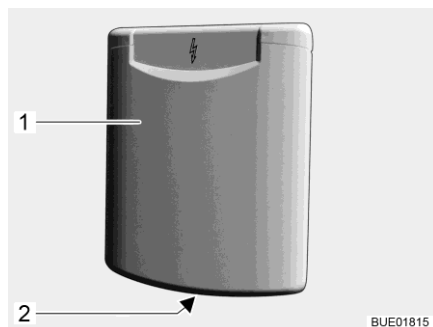

Bild 57 Klappenschloss
- Abdeckkappe (Bild 57,1) öffnen.
- Schlüssel in Schließzylinder (Bild 57,2) stecken und eine viertel Umdrehung drehen.
- Schlüssel in Schließzylinder (Bild 57,1) stecken und eine viertel Umdrehung drehen.